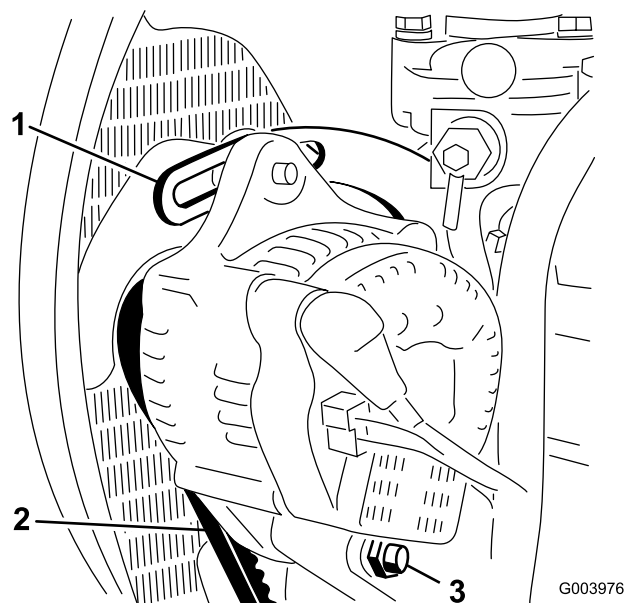

図 74
2. オルタネータ側プーリとクランクシャフト側プーリ間の中央部(図 74)でベルトを指で 10 kg程度の力で押して点検する。
3. ブレースをエンジンに固定しているボルト(図 74)と、オルタネータをブレースとピボットボルトに固定しているボルトをゆるめる。